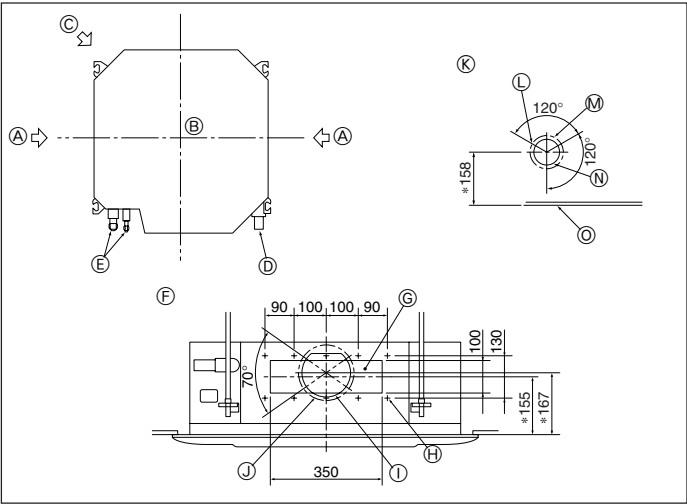

Fig. 2-3
2.3. Orificio para conducciones y orificio para toma de aire fresco (Fig. 2-3)